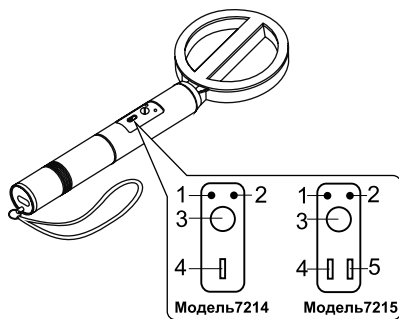

Рис. 1
**УНИСКАН** имеет следующие органы управления (Рис.1) и индикации: